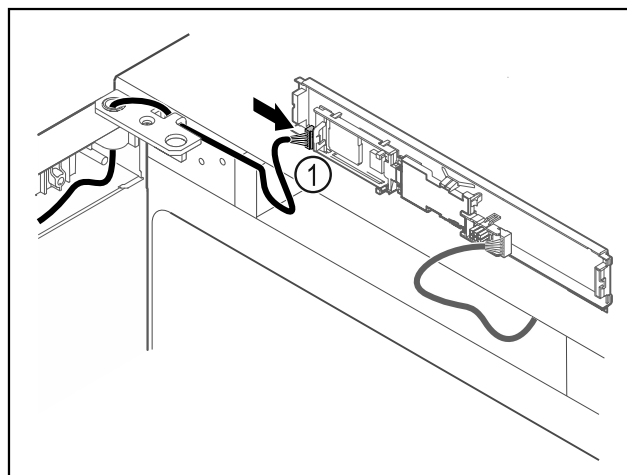

Fig. 64
- ▶ Dugja be a dugót Fig. 64 (1) a NYÁK-on.